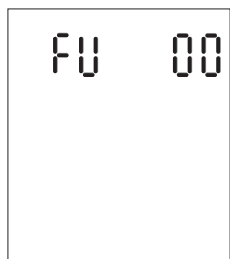
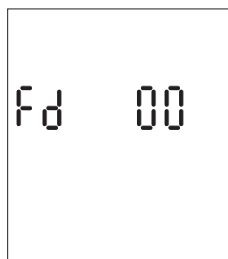

图2.9
图2.10
当按“上键”进入如图1.3所示界面, 该界面包含风机上限 (FU) 如图2.9, 风机下限 (FD) 如图2.10, 人体感应 (RTGY) 如图2.11。人体感应为1表示投入人体感应, 为0则表示退出人体感应;